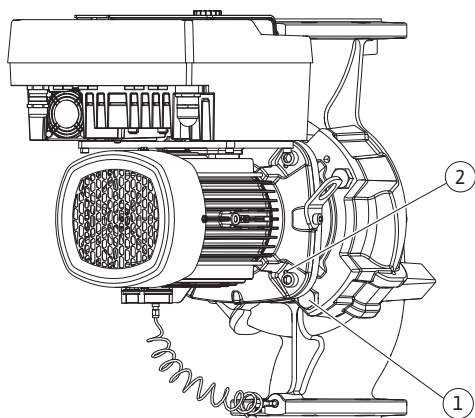

Fig. 101: Afdrukken van de insteekset via draadboringen (DN 100...DN 125)
21. Met het verwijderen van de schroeven (Fig. II, pos. 10) wordt ook de verschilddruksensor losgemaakt van de motorflens. Laat de verschilddruksensor (Fig. I, pos. 8) met fixatieplaatje (Fig. I, pos. 13) aan de drukmeetleidingen (Fig. I, pos. 7) hangen. Koppel de aansluitkabel van de verschilddruksensor in de electronicamodule los.
22. Druk de insteekset los van het pomphuis. Gebruik daarvoor de twee draadboringen (zie Fig. 101, pos. 1).